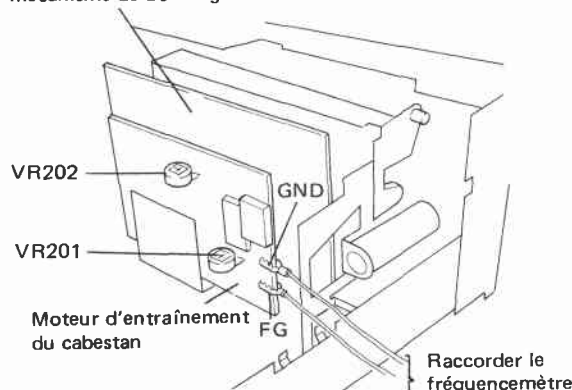

Fig. 11-5 Réglage de la vitesse de rotation d'avance rapide et de rebobinage de la bande
1. Raccorder le fréquencemètre entre FG du moteur d'entraînement du mécanisme de bobinage et GND (Fig. 11-5).
3. Régler le VR201 de manière à ce que le couple d'enroulement soit égal à $45 \pm 5 \text{ g-cm}$. (Fig. 11-5).